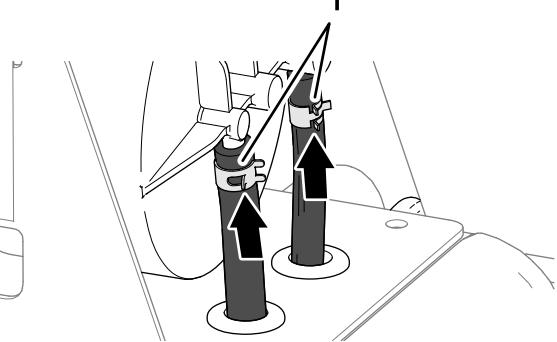

Bild 79
4. Befestigen Sie die Schläuche mit Schlauchklemmen an den Anschlussstücken (Bild 79)